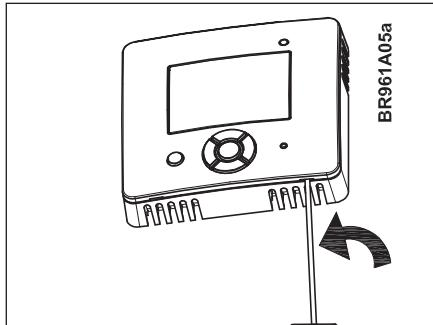

Fig. 2a - Master slave function
2. Sluit de kabels volgens het schema aan (fig. 2a-2b).
2. Podłącz przewody zgodnie ze schematem (rys. 2a-2b).